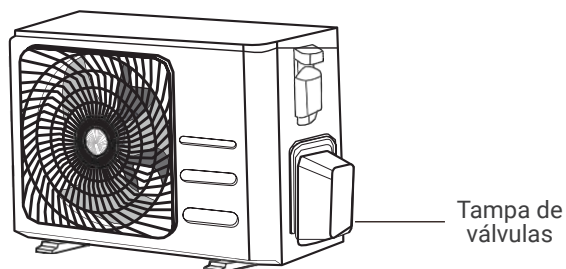

Fig. 5.9
1. Desaparafuse a cobertura da válvula embutida na parte lateral da unidade exterior. (Ver **Fig. 5.9**)